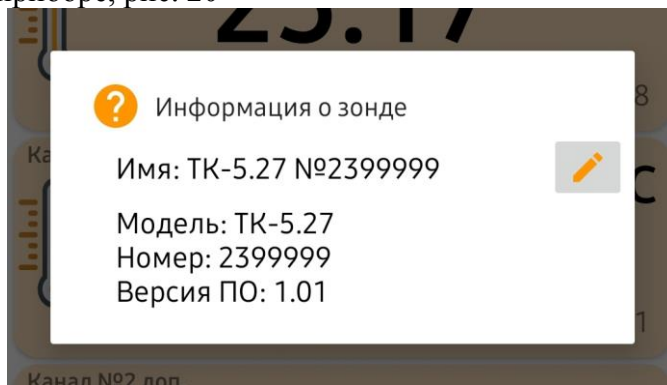

Рис. 20
- нажмите на имя прибора (показано на рис.12), появится всплывающее окно с информацией о приборе, рис. 20